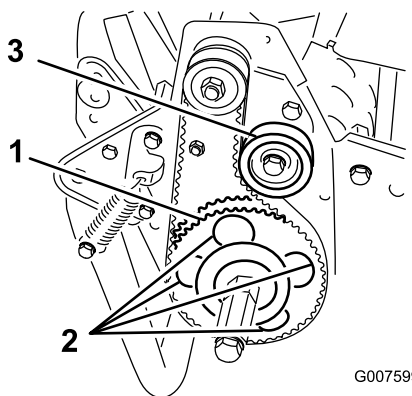

図 44
7. 受動プーリを回して、4つの穴にローラベアリングフランジネジを整列させる (図 44)。
11. ベルトの張りを調整し、アイドラプーリネジを締める（図 44）。